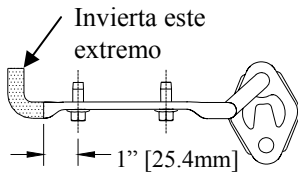

Figura 2
①	Cant. (2)	Perno de carruaje, 7/16-14 X 1.75 GR5	⑥	Cant. (3)	Arandela cónica, 1/2
②	Cant. (2)	Espaciador (pequeño)	⑦	Cant. (2)	Perno hexagonal, M8 X 1.25 X 55 CL9.8
③	Cant. (2)	Arandela cónica, 7/16	⑧	Cant. (1)	Perno de carruaje, 1/2-13 X 1.75 Gr5
④	Cant. (2)	Tuerca hexagonal, 7/16-14	⑨	Cant. (1)	Espaciador (grande)
⑤	Cant. (2)	Perno hexagonal, M12 X 1.75 X 45 CL10.9	⑩	Cant. (1)	Tuerca hexagonal, 1/2-13
- Baje el escape desconectando el silenciador de los ganchos de escape de hule, (3) lugares. Tenga cuidado de no dejar que los silenciadores caigan debajo de su propio peso. Nota: Rocíar un lubricante o agua jabonosa en el vástago del gancho de metal y el aislador de goma ayuda para el desmonte.
- Quite los ganchos de escape en ambos lados. Devuelva los tornillos al propietario. Modifique el soporte de salida del lado del conductor, Figura 2.